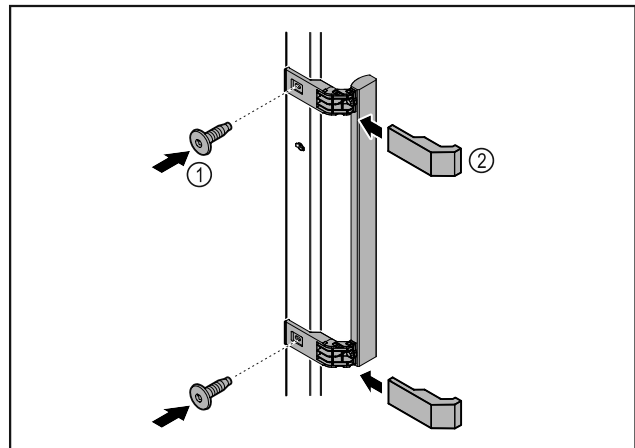

Fig. 50
- Fixer la poignée à la porte à l'aide des vis Fig. 50 (1) fournies.
- Poser les caches Fig. 50 (2).